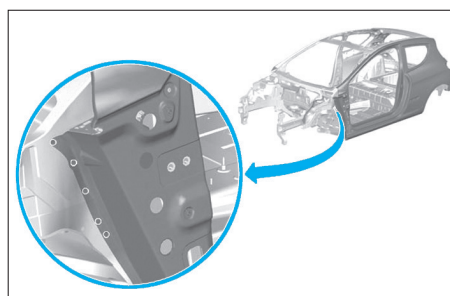
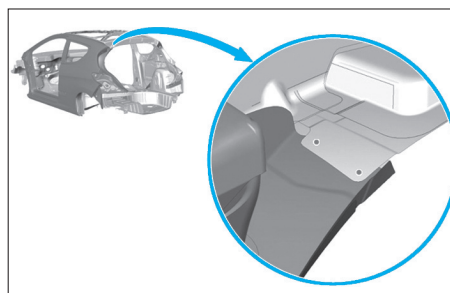

FIG. 48
FIG. 49
- par points bouchons les points (Fig.48) et (Fig.49).